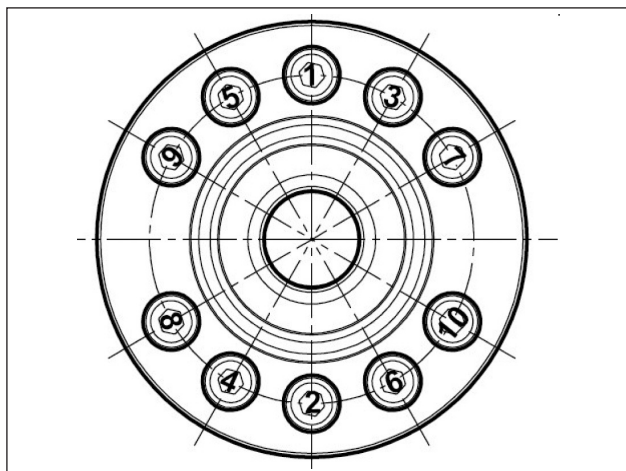

Fig. 50
- **** Les vis de fixation des supports du schéma Fig. 50 doivent être serrées en deux phases :